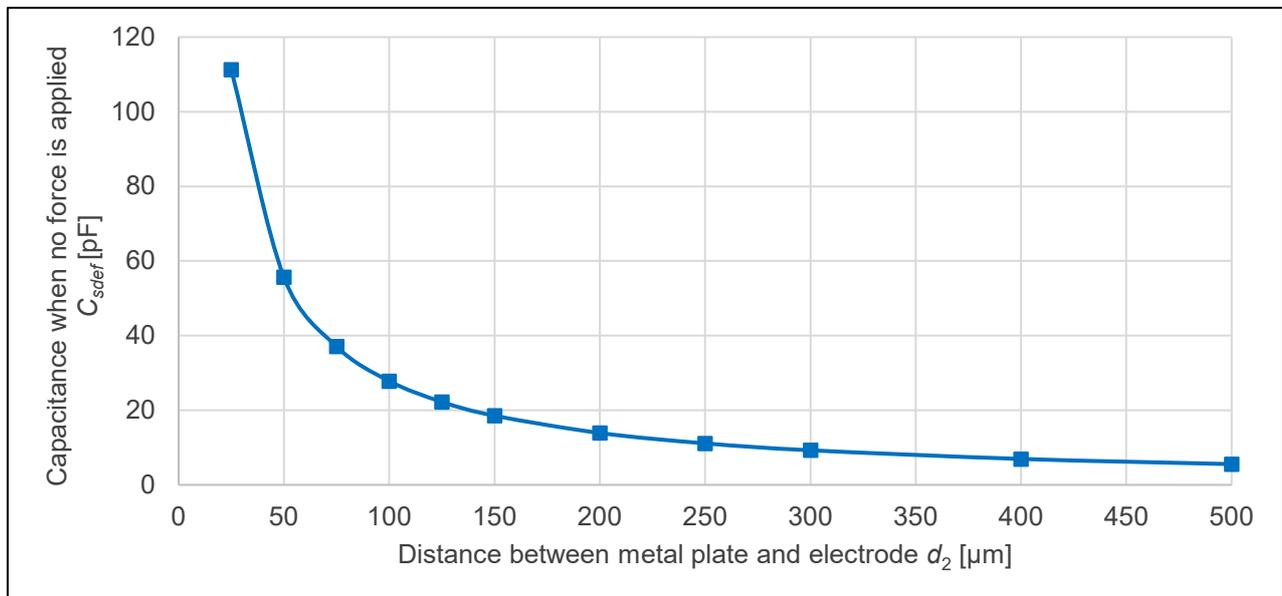

図 6-15 スペーサ厚 $d_2$ と静電容量 $C_{s_{def}}$ の関係 (参考値)
(1)式より、比誘電率 $\varepsilon_r \cong 1$ 、直径 $D=20$  [mm]の円形の電極のときのスペーサ厚 $d_2$ と力を加えていないときの静電容量 $C_{s_{def}}$ の関係は図 6-15 のようになります (参考値)。図 6-15 より、スペーサ厚が小さいほど、静電容量の変化量が大きくなるため、高い感度を得るためにはスペーサ厚を小さくする必要があります。ただし、変化が大きすぎる場合強度判定のしきい値の設定が難しくなるため、強度判定機能が必要な場合は極端にスペーサ厚を小さくしすぎないようにする必要があります。